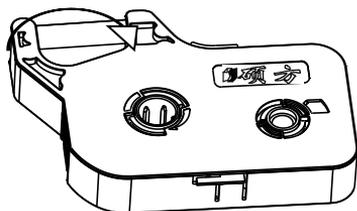
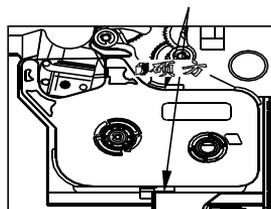

图 1 色带卷紧示意图
图 2 色带盒安装示意图
- (1) 见图 1, 按色带盒上的箭头方向卷紧色带, 使色带收紧;
- (2) 使打印头处于非打印状态;
- (3) 见图 2, 将色带盒放置在线号机标明的地方。
- (1) 使打印头处于非打印状态;
- (2) 按图 2 箭头位置, 用手指向内压住卡舌, 向上提起, 便可方便取出色带盒。